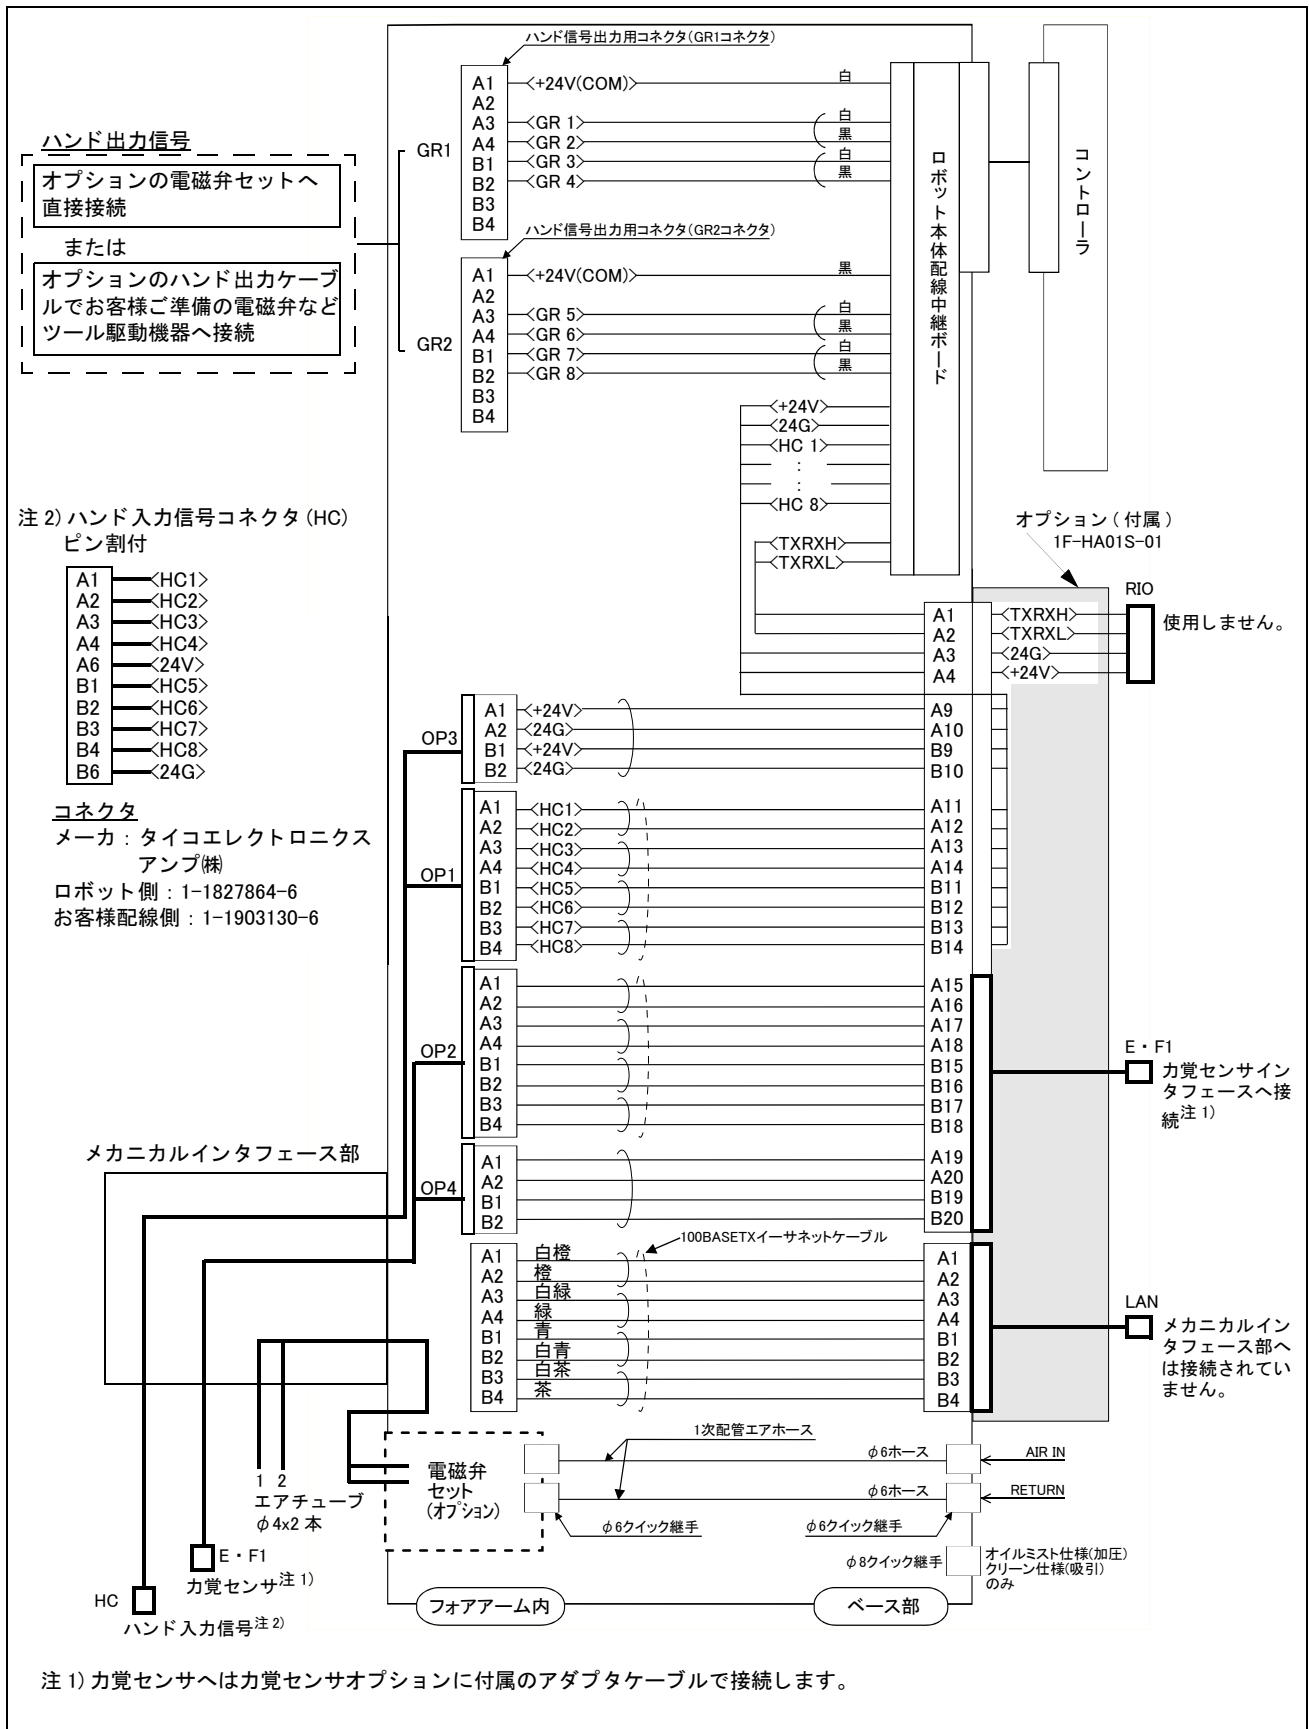

図 2-37：ハンド用配線と配管系統図とバルブ取付例：RV-4F/7F/13F シリーズ SH04
- *3) ハンド入力ケーブル (HC) のピンサインは、図 2-37 を参照願います。